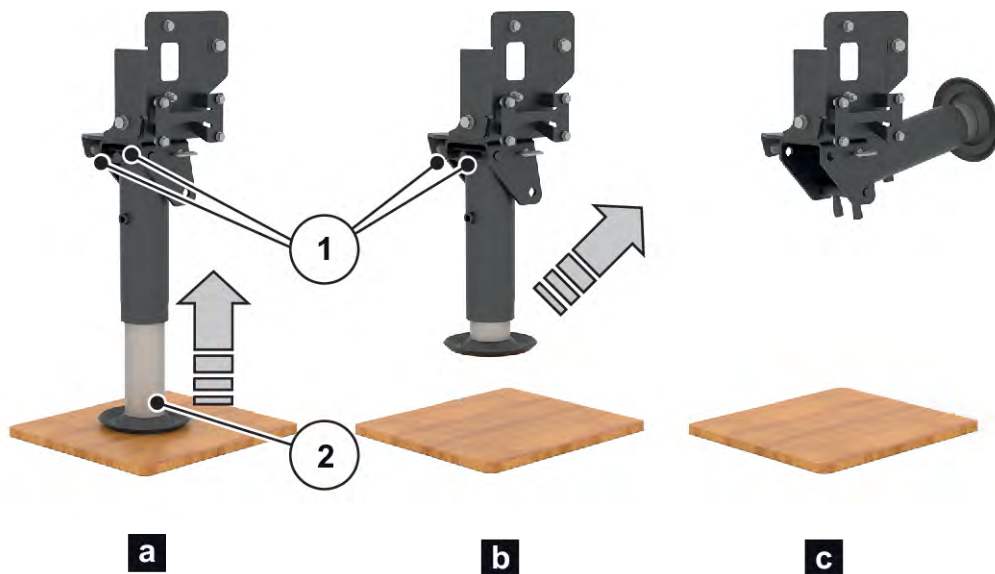

Abb. 25: Stützfuß wegklappen
- ▶ Stützfuß wegklappen. Siehe *Abb. 25 Stützfuß wegklappen*